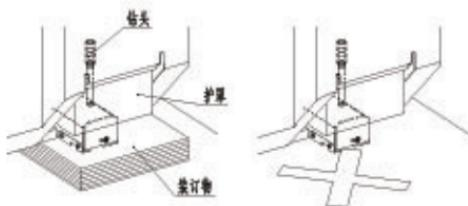
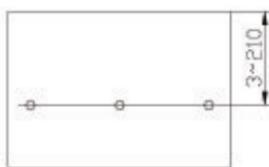

图 3
图 4
5) 检查孔的位置(参见图3)
6) 如需进行装订工作，将纸张理齐放到位（参见图3）。等液晶提示：“预热已完成，可以装订”，再按“启动”键，即可自动装订。注意，装订页边距离 $\leq 210\text{mm}$ ，如图4所示。